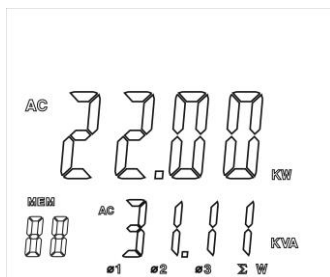

Figure 13
4. Après avoir enregistré l'actuelle valeur de puissance, pressez Σ pendant 1 seconde pour afficher le total des 3 phases de la puissance active et de la puissance apparente (figure 13).